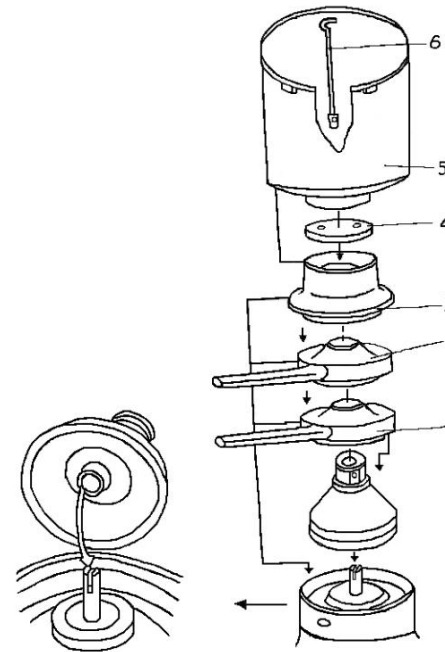

Рисунок 4
8.5 На вал электропривода (см. рисунок 4) надеть собранный барабан так, чтобы штифт во втулке барабана вошел в паз вала,
Регулировку выполнять в случае необходимости следующим образом: На вал электропривода (см. рисунок 4) надеть собранный барабан так, чтобы штифт во втулке барабана вошел в паз вала. Установить на верхнюю часть электропривода без перекоса приемники сливок и обезжиренного молока. Ослабить контргайку 9 (см. рисунок 1) на регулировочном винте 10 на основании электропривода и вращением винта регулировочного установить требуемое для нормальной работы электросепаратора расстояние 3 мм (см. рисунок 6) от оси выходного отверстия сливок до кромки конической части приемника сливок, прижимая барабан рукой по часовой стрелке для поднятия и против часовой стрелки для опускания.